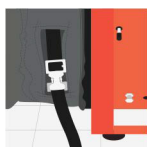

Figura 5
5. Regule a fivela de fechamento no duto (*figura 5*).